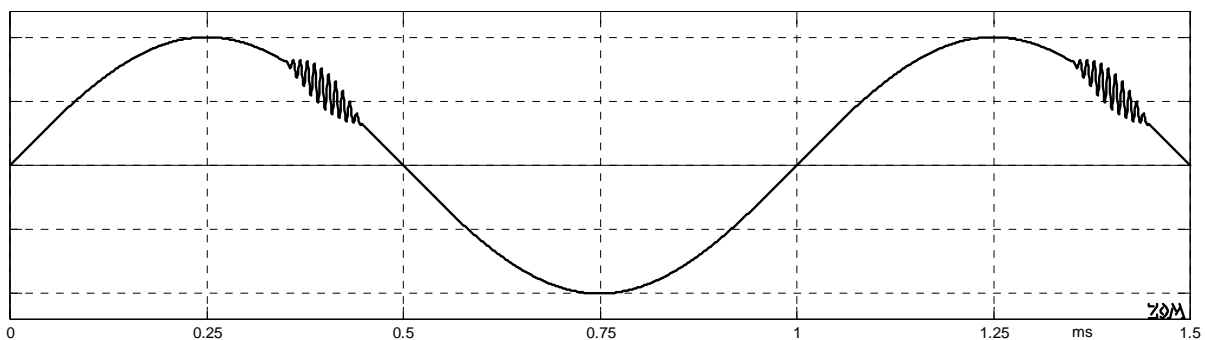

Abb. 10.5.50: 1-kHz-Ton mit überlagelter HF-Schwingung.
In **Abb. 10.5.50** ist der prinzipielle Verlauf eines "hochfrequenzverseuchten" NF-Signals dargestellt. Die HF (gerne um 150 kHz) ist nicht immer als saubere Schwingung zu erkennen, oft entsteht nur eine Verbreiterung oder Verschmierung der NF-Kurve. Als "Brute-Force-Bugfix" findet man kleine Kondensatoren, die "an geeigneter Stelle" eingelötet worden waren, um dem Übel abzuhelpen. Viel besser wäre allerdings eine lehrbuchmäßige RC-Kompensation, die bei hohen Frequenzen die Schleifenverstärkung reduziert, ohne wesentliche Phasendrehungen hinzuzufügen (sog. Tiefpass mit Gegenhalt). Sicher kein triviales Thema, weil ja mit jedem Röhrenwechsel die Schwingbedingung neu ausgehandelt wird. Und lautsprecherabhängig ist sie ja auch noch. Wer dieses Thema nicht ganz so "sophisticated" angehen möchte, findet beim Presence-Poti aber einen sehr kooperativen Partner: Nach rechts (CW) drehen, und die störende HF ist weg. Es überrascht vielleicht, dass bei größerer Höhenverstärkung die HF-Schwingung abstirbt, aber hierbei wird die Schleifenverstärkung reduziert, und diese bestimmt die Tendenz zu Eigenschwingungen.